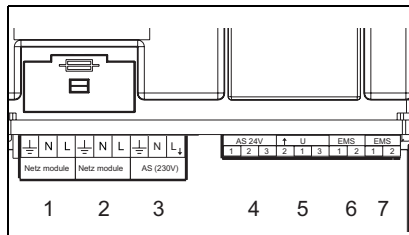
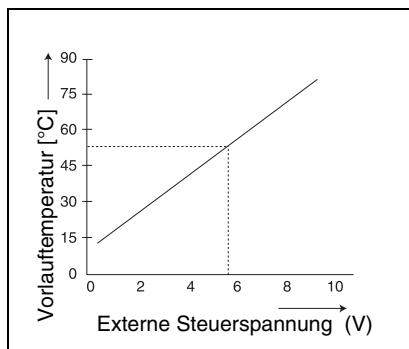

Abb. 2 Anschlüsse
Abb. 3 0 – 10V Diagramm
- a) Der AS 24V-Anschluss (Abb. 2, Pos. 4), hierbei handelt es sich um einen potenzialfreien Schaltkontakt für Niederspannungssignale bis zu 24 V. Dieses Störungssignal kann beispielsweise von einem Gebäudeleitsystems ausgelesen werden.
- b) Der AS 230V-Anschluss (Abb. 2, Pos. 3), hiermit kann beispielsweise eine Hupe oder eine Alarmlampe gesteuert werden. Im Falle einer Störung steht dieser Anschluss unter 230 VAC-Spannung.
Das EM10 kann als Schnittstelle zwischen dem Heizkessel und zum Beispiel einem Gebäudeleitsystem verwendet werden. Mit Hilfe eines 0-10 VDC-Signals (Abb. 2, Pos. 5) ist eine Steuerung nach Vorlauftemperatur oder Leistung möglich (Abb. 3).
Diese Regelung wird aktiviert, indem Sie Klemme 1 und 3 überbrücken. Siehe Abb. 2, Pos. 5 und den Schaltplan auf Seite 47. Das EM10 gibt über das 0-10 V Signal dem Heizkessel eine prozentuale Leistung vor (siehe Tabelle 2). Hierbei handelt es sich um ein lineares Verhältnis, siehe Tabelle 2.